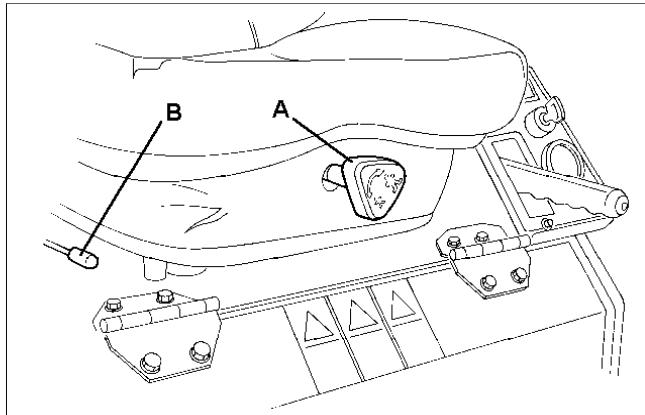

Fig.48
Der Einstellhebel und die Gewichtsanzeige (A) Bild 48) befinden sich an der Vorderseite des Sitzes unterhalb des Gummibalges. Drehen im Uhrzeigersinn erhöht das Fahrergewicht, Drehen entgegen dem Uhrzeigersinn verringert das Fahrergewicht.
Der Einstellhebel befindet sich auf der rechten Seite unterhalb des Sitzkissens (B Bild 48). Zum Verschieben des Sitzes Hebel zum Sitz hindrücken. In der gewünschten Stellung Hebel loslassen und einrasten lassen.
La manopola di regolazione si trova sul davanti del sedile (A Fig. 48), al centro sotto il cuscino. Girare la manopola in senso orario per aumentare il peso, ed in senso antiorario per ridurlo.
La leva di regolazione si trova a destra del sedile, sotto il cuscino (B Fig. 48). Spostare la leva verso il sedile, quindi muovere il sedile avanti o indietro. Ottenuta la posizione richiesta, rilasciare la leva in una delle posizioni prefissate.